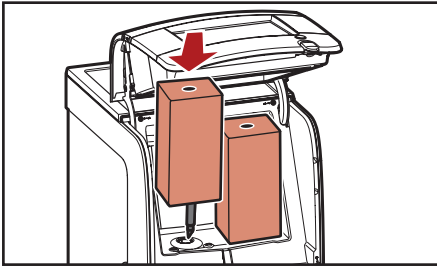

Abb. 4.1- Produkt-Packung einsetzen
4. Setzen Sie die Produkt-Packung ein (Abb. 4.1).